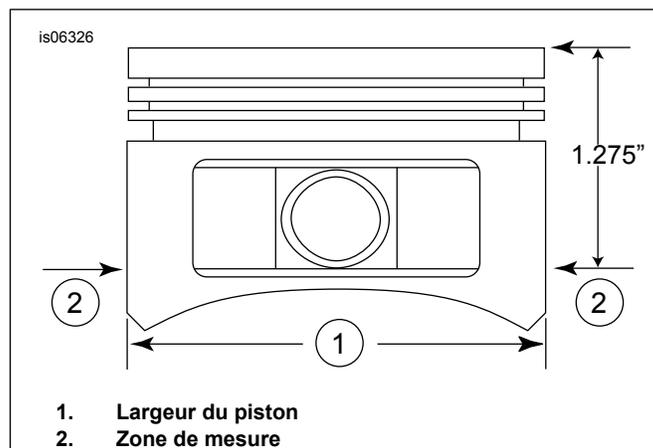

Figure 2. Mesures du piston
5. Consultez Figure 2 . Mesurer la largeur du piston (1) à 90 degrés à l'horizontal à partir des deux côtés du trou de cheville de l'axe de piston et à 1,275 po vers le bas à partir de la surface plane (partie supérieure) du piston (2). Voir Tableau 5 pour les ajustements piston-cylindre à cet endroit.